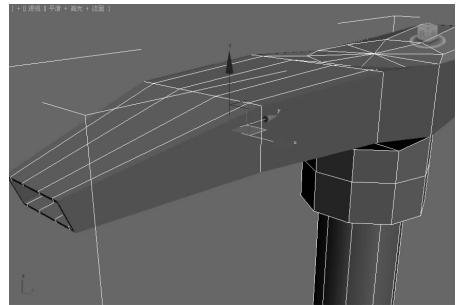

图 5-114 选中按压器顶部的边▲
(9) 单击“边”按钮, 选中如图 5-114 所示的边, 再单击“切角”按钮右边的按钮, 在弹出的对话框中设置“切角量”为 0.01, 最后单击“确定”按钮。